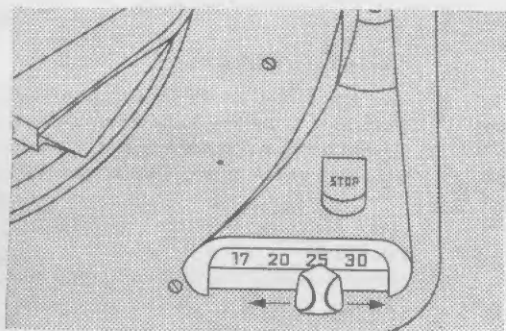

Fig. 7
Einstellen der **Plattengröße** (3) durch seitliches Verschieben der Start-Taste auf die gewünschte Plattengröße 17, 20, 25 oder 30 cm Durchmesser ohne Druck nach unten (Fig. 7).
Shift start key without downward pressure to the position corresponding to the size of record to be played: 7", 8", 10" or 12" (Fig. 7).
Placer le bouton poussoir de mise en marche dans la position correspondante au diamètre du disque utilisé (17, 20, 25 ou 30 cm Ø) (Fig. 7).
Fijar el tamaño de los discos colocando la tecla START sin oprimir verticalmente en el tamaño de los discos deseados, 17, 20, 25 ó 30 cm. diámetro (Fig. 7).